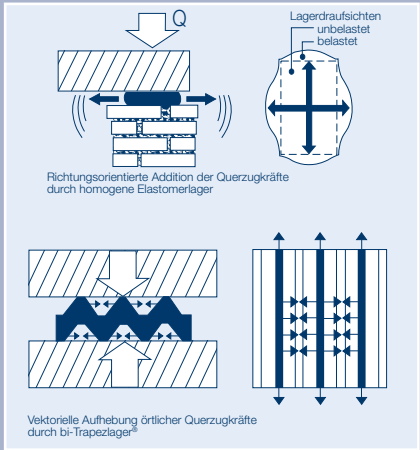

Bild 4: Wirkung der Querkzugkräfte
- erzeugen bei gleicher Belastung und Lagerdicke geringere Querkzugkräfte als homogene Elastomerlager. Dadurch ist die Sicherheit gegen Betonbruch größer (Bild 4).